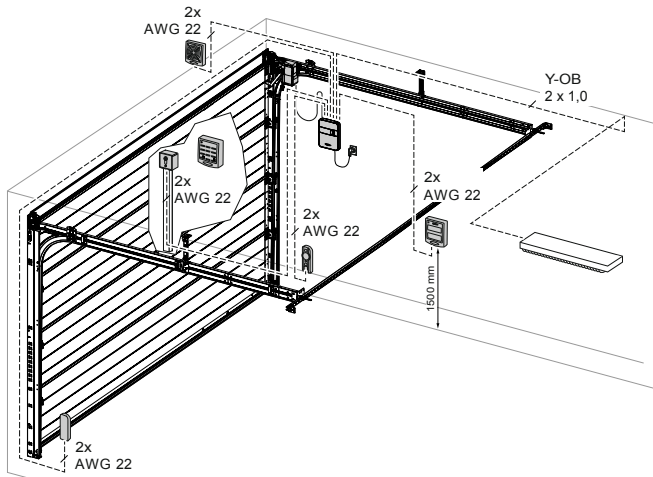

Abb. 5: Beispielinstallation Zubehör
Setzen Sie die Torkonsole (5) auf die vorgesehenen Bohrungen der oberen Torblattsektion und verschrauben Sie sie mit den drei Schrauben (15) (Abb. 5).